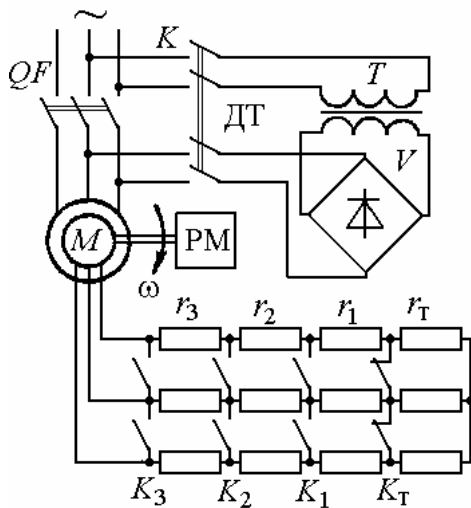
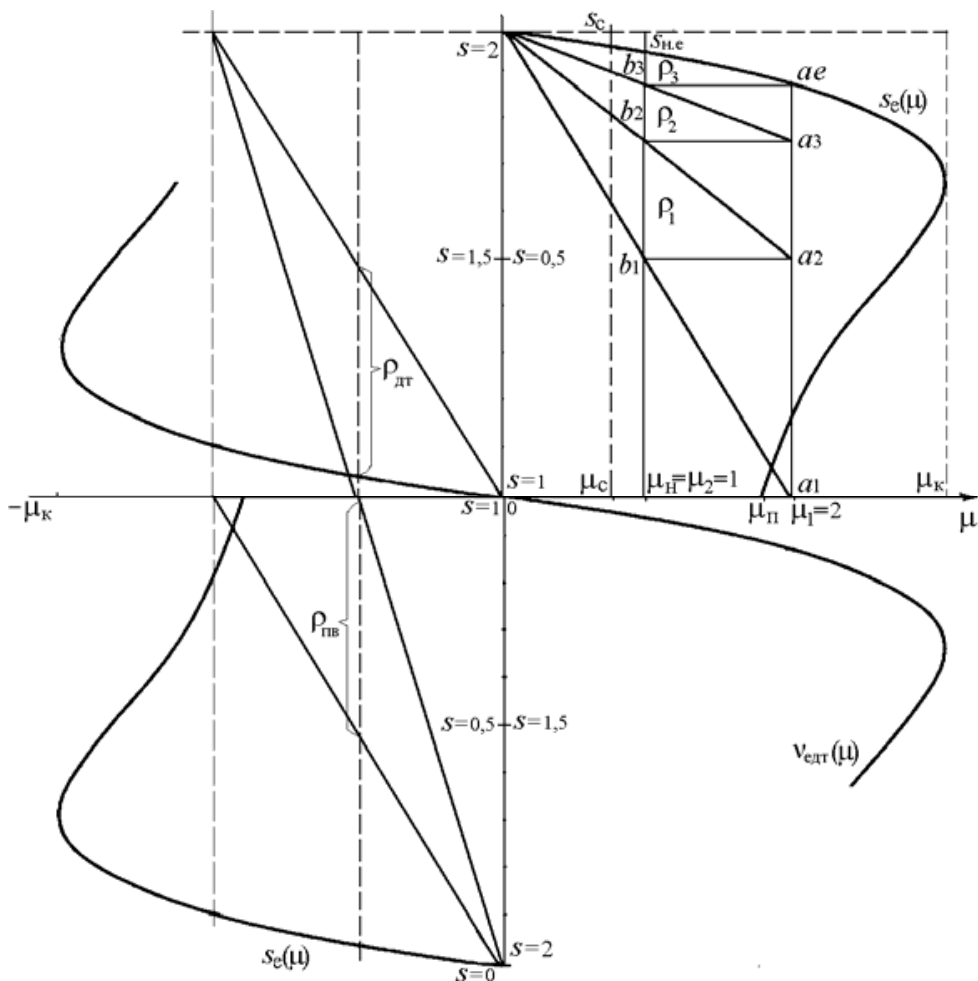

Рис.13. Схема реостатно-релейного пуска и торможения АДФР
Рис.14. Механические пусковые и тормозные характеристики АДФР
Задача 22. Для привода с асинхронным двигателем с фазным ротором и реостатно-релейным управлением (рис.13) построить статические характеристики реостатного пуска и рассчитать ступени пускового реостата (рис.14). Номинальные данные асинхронного двигателя привода: $P_H = 22$ кВт; $U_{1H} = 380$ В; $I_{1H} = 50$ А; $s_H = 0,06251$;
Задача 23. Определить вид переходных процессов и построить характеристики изменения момента и скорости двигателя при реостатно-релейном пуске привода с асинхронным двигателем при постоянном моменте нагрузки ($\mu_1 = \text{const}$). Двигатель имеет данные $P_H = 22$ кВт; $\omega_0 = 104,5$ рад/с; $s_H = 0,0625$; $J_{\delta} = 0,5$ кгм². Приведенные параметры механизма: $M_c = 0,5M_H$, $J_{пр} = 0,5$ кгм². Привод пускается в три ступени при $\mu_1 = 2$ и $\mu_2 = 1$ (см. задачу 22). Механические характеристики и характеристики пуска приведены на рис.14, 15.
Задача 24. Для схемы асинхронного привода с реостатным управлением по рис.13 определить величину сопротивления ступени тормозного противовключения $r_T = r_{пв}$ при максимальном значении тормозного момента $\mu_{T1} = 2$ и $s_{T1} \approx 2$. Номинальные данные двигателя привода приведены в задаче 22.
2. По графику пусковых характеристик $m = 3$, $\mu_1 = 2$, $\mu_2 = 1$ и сопротивление противовключения $r_T = r_{пв}$ (см. рис.14).
Задача 25. Для схемы асинхронного привода с реостатным управлением (см. рис.13) определить величину напряжения постоянного тока, подаваемого взамен переменного в статор двигателя, и величину сопротивления динамического торможения $r_{дт1}$ для $\mu_{дт1} = 1$ при $v_{дт1} = 0,9375$. Соединение обмоток статора - звезда. Номинальные данные двигателя привода приведены в задаче 22. Для расчета напряжения питания двигателя постоянным током принять омическое сопротивление фазы статора двигателя $r_{1ф} = 0,24$ Ом.